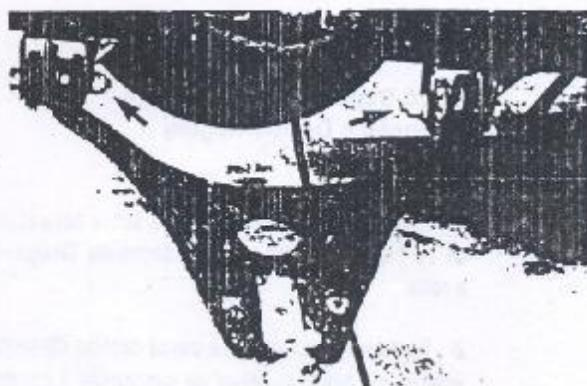

Figura 4.07.2 - Fixação do braço inferior da suspensão.
- Remover as porcas autotratantes e os parafusos de fixação do braço inferior da suspensão aos suportes do chassis (Figura 4.07.2).
3. Posicionar o braço inferior da suspensão nos suportes do chassis; instalar os parafusos de articulação e as porcas autotrizantes, apertando-as ao torque de 44 Nm (Figura 4.07.2).